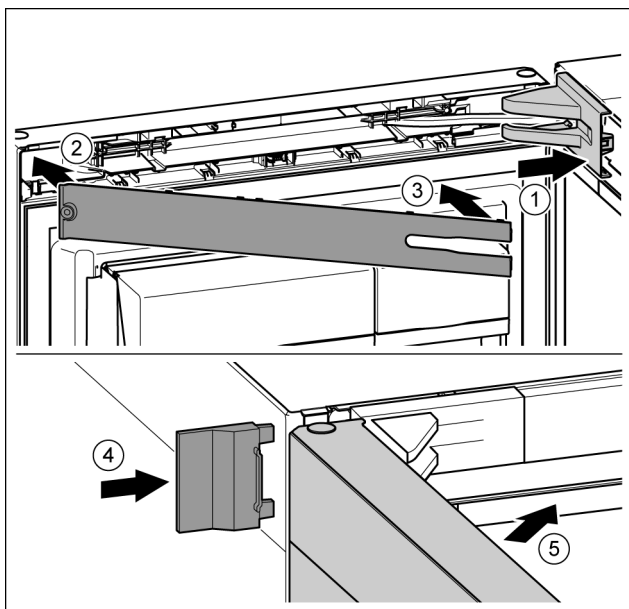

Fig. 43
- ▶ Τοποθετήστε και κουμπώστε το κάλυμμα του στηρίγματος, ενδεχ. αποσυμπίστε το προσεκτικά. Fig. 43 (1)
- ▶ Τοποθετήστε το διακοσμητικό κάλυμμα. Fig. 43 (2)
- ▶ Κλείστε το διακοσμητικό κάλυμμα και κουμπώστε το. Fig. 43 (3)
- ▶ Ωθήστε το εξωτερικό κάλυμμα. Fig. 43 (4)
- ▶ Κλείστε την επάνω πόρτα. Fig. 43 (5)